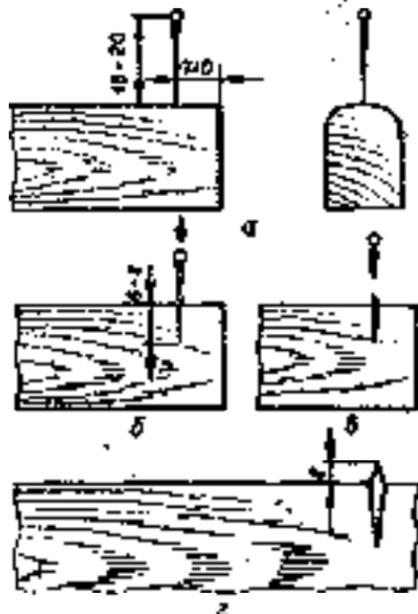

Рис. 29. Установка гвоздиков в брусочки ребруса.
10. Забить гвоздики в брусочки и заточить их напильником (рис. 29).